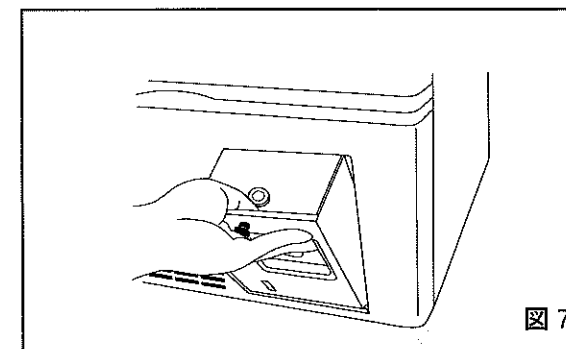

図7
3. 記録計取付金具をフレーム前面下のパネル右側に取付けます。(図7)